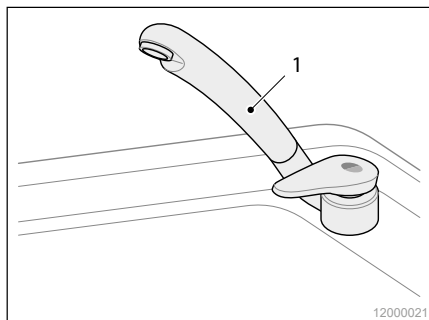

Abb. 34 Spüle
- Richten Sie den Wasserhahn (Abb. 34/1) so weit auf, dass kein Wasser über den Bereich der Spüle spritzt.